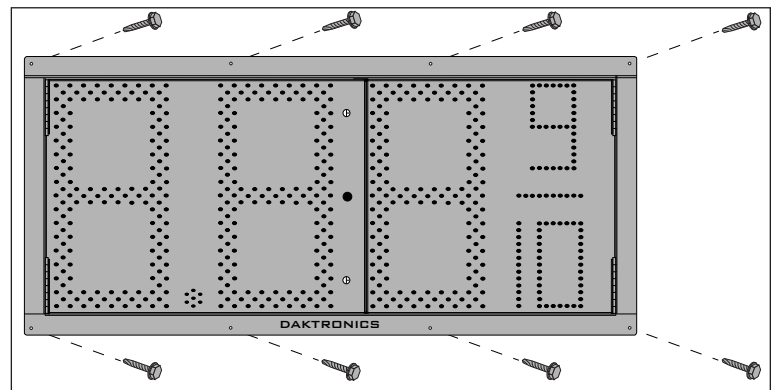

Figure 5: Fixer l'afficheur dans la structure du panneau
2. Percez les épaulements avant du boîtier pour fixer l'afficheur à la structure de base à l'aide d'un matériel approprié pour les conditions du lieu, comme indiqué en **Figure 5**. Les spécificités du lieu dicteront les variations et les méthodes de montage appropriées.